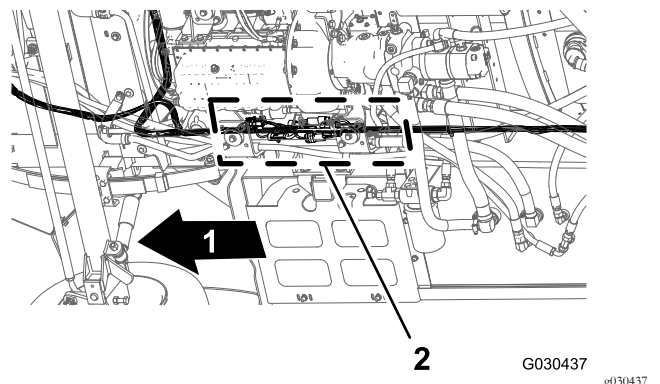

Figura 104
1. Da sotto la macchina, lungo il tubo del telaio di destra, individuate i connettori elettrici per il cablaggio preassemblato anteriore e posteriore della macchina (Figura 104).